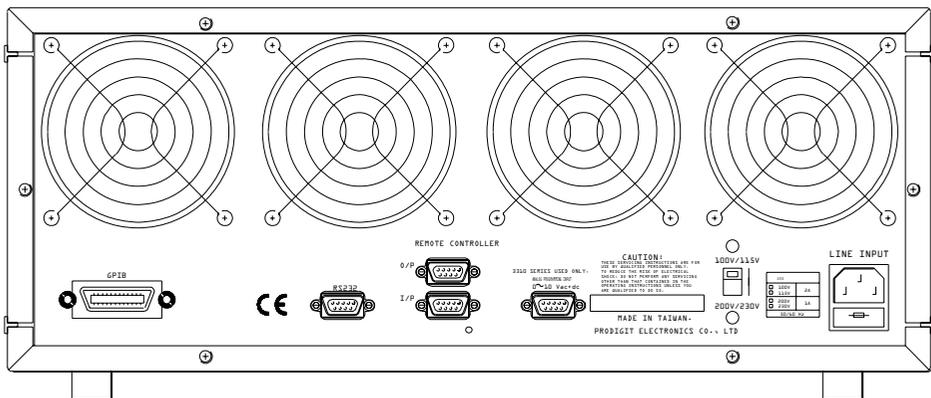

图 2.3 后面板
2.8.3 图 2.3 显示 3300C 电子负载机框的后面板，GPIB 连接头位于 3300C 后面板上，GPIB 的地址在 3300C 前面板设定。